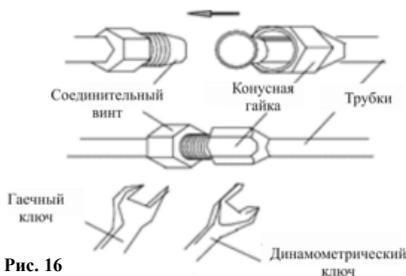

Рис. 16
- Далее, плотно закручивайте конусную гайку динамометрическим ключом до тех пор, пока динамометрический ключ не издает звук "щелчок" (рис. 16).